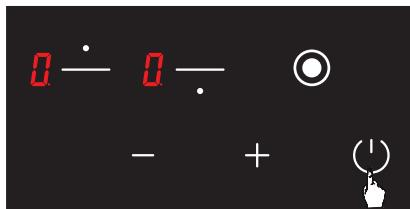

Рис. 8
- Нажмите кнопку, чтобы включить варочную панель **(** (см. Рис. 8).